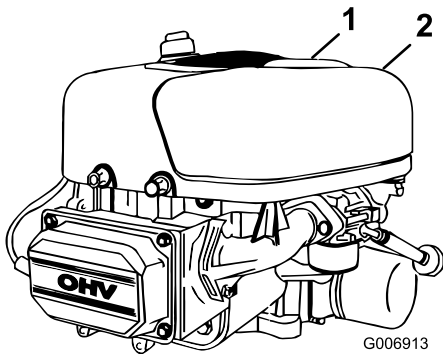

Bild 21
- Ziehen Sie den Griff an der Luftfilterabdeckung hoch und drehen Sie ihn in Richtung des Motors (Bild 21).